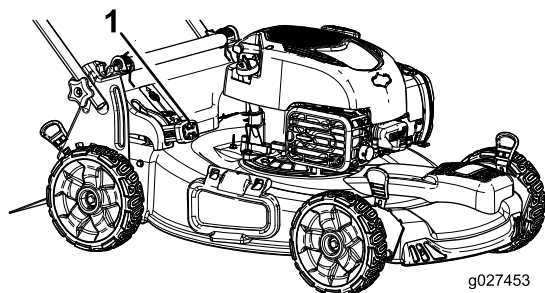

図 18
- 集草しながらの刈り込みをしたい場合には、レバーの頭部にあるボタンを押し込んでレバーを前に倒します。ボタンが飛び出して来ればセット完了です **図 18**。